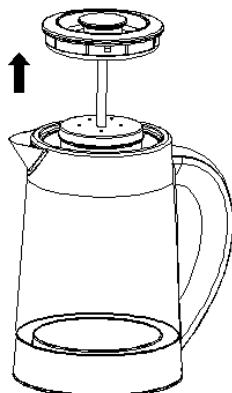

Fig. 6
1. Druk voor het branden van het water op de knop voor het openen van de deksel zoals getoond in Afb.6; het deksel gaat open als deze knop stuitert en dan kunt u het verwijderen. Als u de thee kookt, kunt u het deksel (weergegeven in fig. 7) direct verwijderen om de thee in het theezakje te doen en vervolgens het juiste water toevoegen tot het niveau tussen MIN en MAX dat wordt aangegeven door de waterkoker-watermeter.